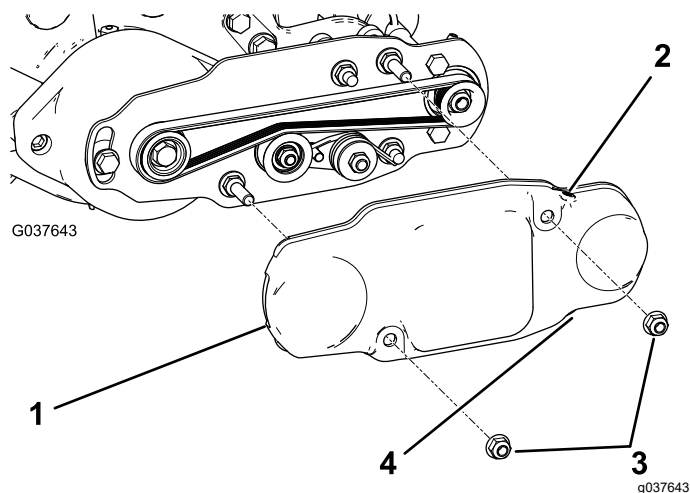

Figura 18
2. Coloque la cubierta de la correa sobre los pernos de montaje y sujétela con 2 tuercas con arandela prensada (Figura 18).
3. Asegúrese de que el tornillo de fijación superior está instalado; retire y deseche el tornillo de fijación inferior para el drenaje (Figura 18).